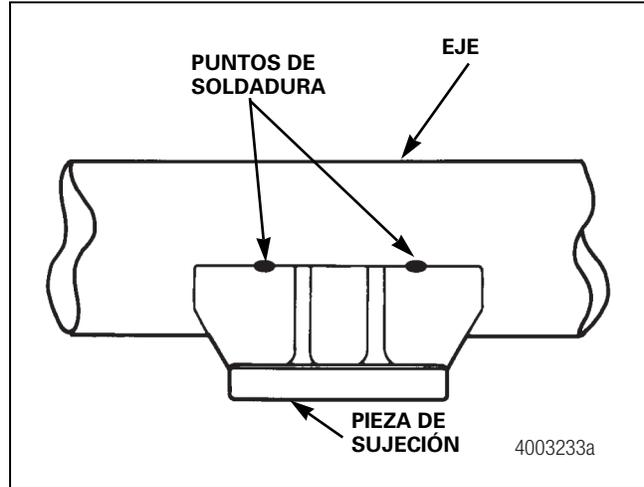

Figura 7.6
- Antes de realizar las soldaduras finales, se deben soldar los componentes al eje, de conformidad con las recomendaciones del fabricante de los componentes. De este modo se minimizan tanto la distorsión del eje como las tensiones residuales ocasionadas por las soldaduras finales. Una vez efectuada la soldadura por puntos, limpie cualquier escoria de soldadura; después funda las soldaduras de punto con la soldadura final. Figura 7.6.